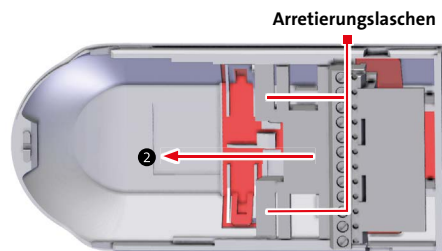

Abb.1 Ausfahren des Schlittens
- Fahren Sie den Schlitten nach unten aus. Drücken Sie dazu die beiden Arretierungsglaschen des Schlittens (siehe Abb. 1).